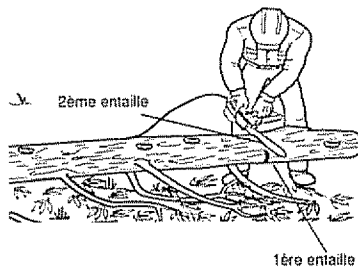

Figure 17 - Tronçonnage d'une bille soutenue à une extrémité
- 1 Faire la première entaille sur le dessous de la bille (voir la Figure 17.) Pour ce faire, utiliser le haut de la guide-chaîne. Scier sur le tiers du diamètre de la bille. Cette entaille permet d'éviter la production d'éclats de bois.